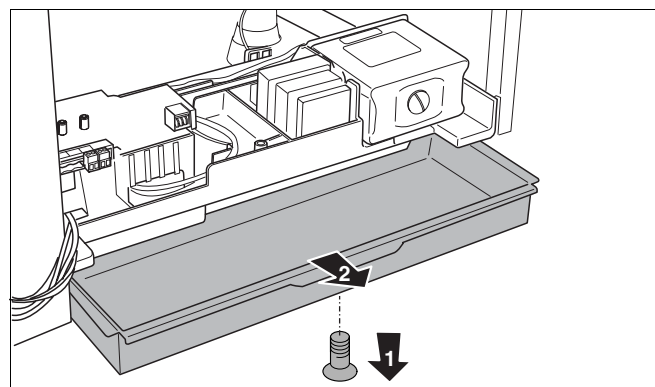

Fig. 44 Deschideți sertarul
- Desfaceți șuruburile (Fig. 44, pasul 1).
- Deschideți sertarul (Fig. 44, pasul 2).